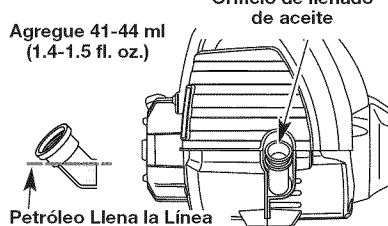

Fig. 30
- Compruebe el nivel de aceite. El aceite debe quedar exactamente en la parte inferior de las roscas del orificio de llenado de aceite. (Fig. 30)
- Si el nivel está bajo, agregue una pequeña cantidad de aceite en el orificio de llenado de aceite y vuelva a medir (Fig. 30). Repita este procedimiento hasta que el nivel de aceite a la parte inferior de las roscas en el orificio de llenado de aceite.
NOTA: Use la botella y la boquilla que guardó del uso inicial para medir la cantidad correcta. El nivel de 60 ml (2.2 fl. oz.) está aproximadamente en la parte superior de la etiqueta de la botella (Fig. 32). Mida el nivel con la varilla de medición. Si el nivel está bajo, agregue una pequeña cantidad de aceite y vuelva a medir (Fig. 30). No lo llene demasiado.